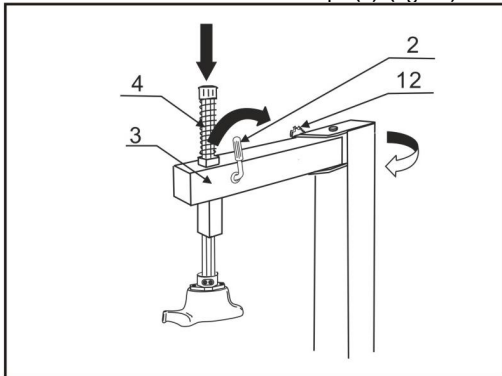
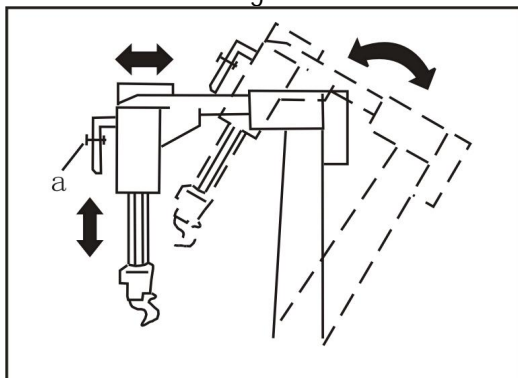
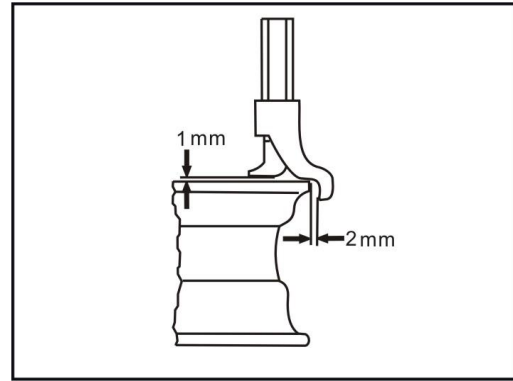

Fig.07
Fig.08
Fig.09
- Drehen Sie den Schwenkarm (3, fig.07) in Arbeitsposition, justieren Sie die Sechskantstange (4) so, dass der Montagekopf 1-2mm vom Felgenrand entfernt ist, um die Felge zu schonen (fig.09), drehen Sie den Feststellschraube (12), um den Schwenkarm festzusetzen und drehen Sie den Arretierhebel (2) im Uhrzeigersinn, um die Sechskantstange festzuklemmen.
- Treten Sie das Pedal „↑“, um die Säule in Arbeitsposition zu bringen (Fig.08).
- Bringen Sie die Sechskantstange und den Horizontalarm in Position, d.h. der Montagekopf sollte 1-2 mm vom Felgenrand entfernt sein (fig.09), und arretieren Sie diese, indem Sie den Arretierknopf (a) (fig.08) drücken.